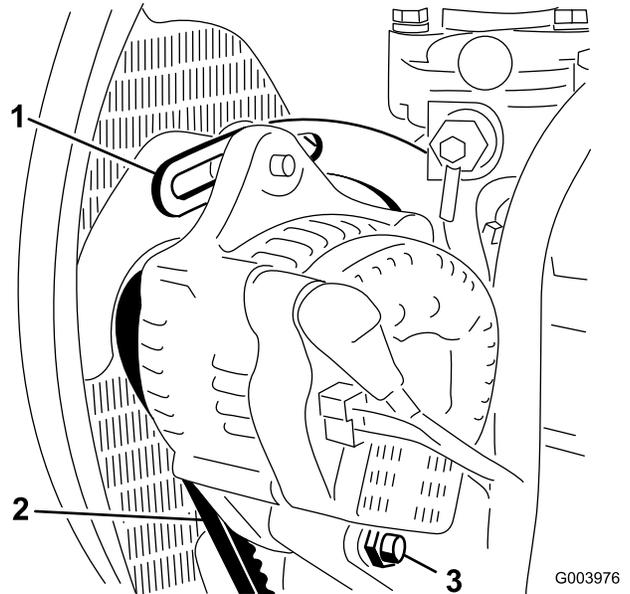

Figura 77
2. Compruebe la tensión de la correa del alternador flexionándola (Figura 77) en el punto intermedio entre las poleas del alternador y del cigüeñal con una fuerza de 10 kg.
3. Afloje el perno que fija el tirante al motor (Figura 77), el perno que fija el alternador al tirante y el perno de pivote.